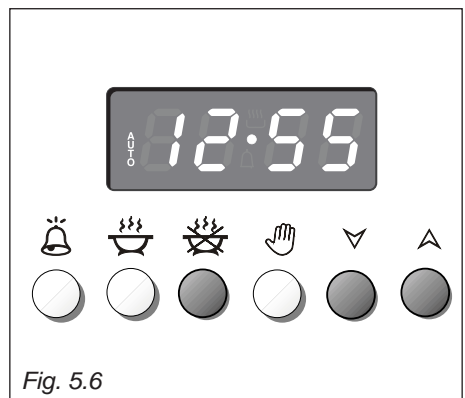

Fig. 5.6
2. Indstil tidspunktet for afsluttet tilberedning ved at trykke på  (den allerede indstillede tid vises i displayet. Indstil tilberedningsslut med  eller  (Fig. 5.6).